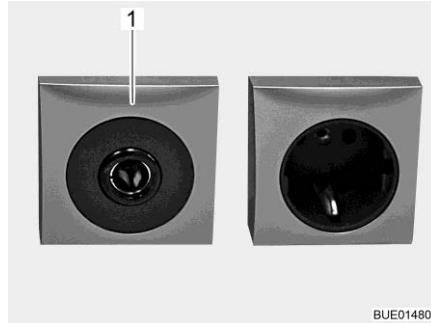

Fig. 96 Presa 12 V/10 A
- ▷ Alle prese (Fig. 96,1) della rete di bordo a 12 V, connettere solo apparecchi funzionanti al massimo a 10 A.